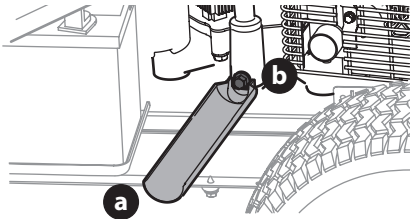
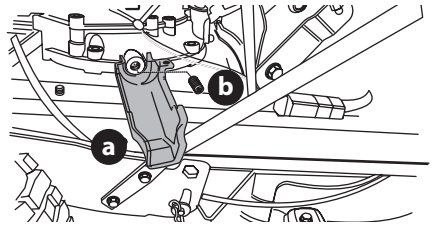

Figure 25
Figure 26
5. Enclenchez la petite extrémité du manchon de vidange d'huile (a) sur l'espace prévu autour du bouchon de vidange d'huile (b). Voir les Figure 25 ou Figure 26 pour les deux manchons de vidange d'huile possibles et se référer à l'image applicable pour votre tondeuse autoportée.